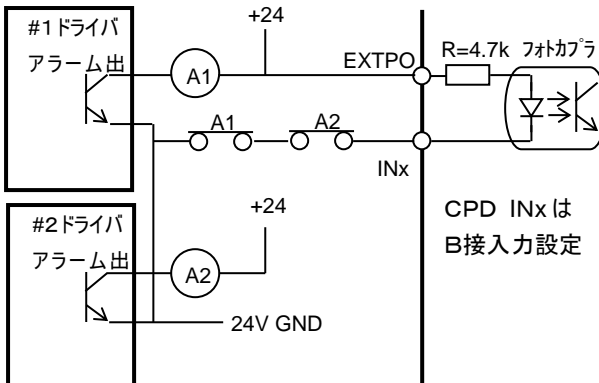

図 3.5-1 リレー接点を介して INx に入力
- (4) 複数軸のサーボドライバアラーム出力をまとめる方法。(通常アラーム出力は B 接点(ノーマルクローズ)です)
- リレー接点経由で INx 入力する場合 (図 3.5-1)